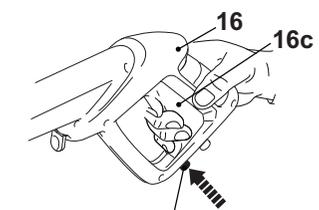

Fig. 29
7. Pour verrouiller la gâchette en position d'arrêt, appuyez sur le bouton d'activation (16d) (Fig. 29).
8. Mettez le bouton marche/arrêt (3) sur « O ».